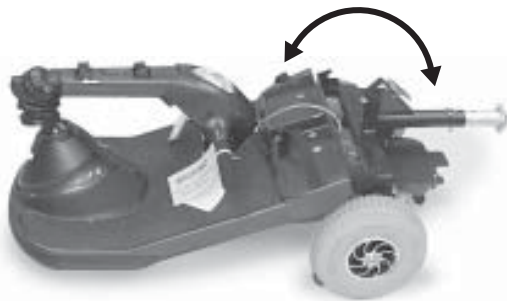

ABB. 18. POSITIONIERUNG DES RAHMENS
1. Sitzstütze nach hinten drücken und das Heckteil des Elektromobils nach hinten schwenken bis dieses auf seiner Stoßstange senkrecht steht. Siehe Abb. 18.